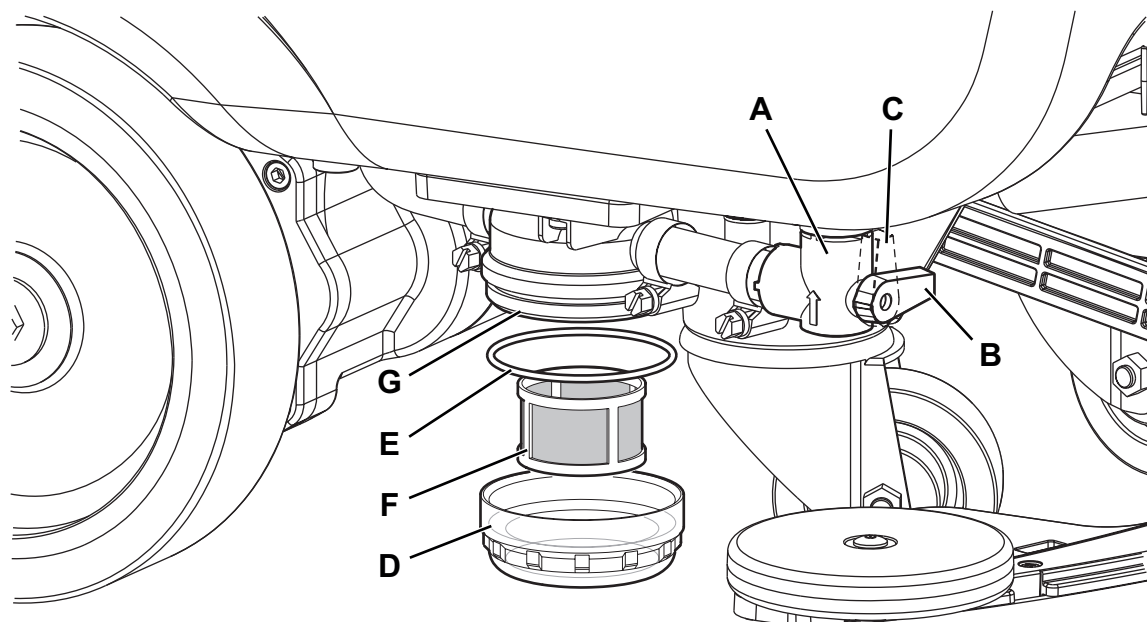

Figure 13
2. S'assurer que la machine est éteinte avec la clé opérateur (41) retirée.
3. Fermer le robinet de l'eau de lavage (A, Fig. 13). Le robinet est fermé quand il se trouve dans la position (B) et ouvert quand il se trouve dans la position (C).
4. Retirer le petit glas transparent (D), récupérer le joint d'étanchéité (E), puis retirer le filet filtrant (F). Les laver et les rincer avec de l'eau, puis les réinstaller soigneusement sur le support filtre (G).
5. Ouvrir le robinet (A).